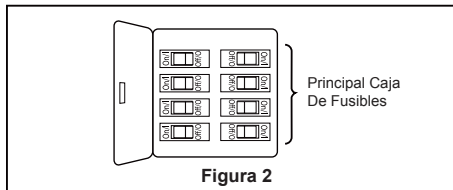

Figura 2
- 2. Restablezca la fuente de alimentación de la toma de corriente encendiendo la electricidad del fusible principal. (Figura 2)